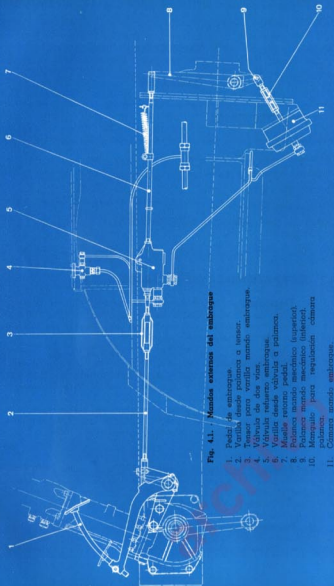

Fig. 4.1. Mandos externos del embrague
4.2 SERVO-ASISTENCIA DEL EMBRAGUE (fig. 4.1)
a) **Elementos.** — Está compuesto de un depósito de presión, de una llave de conexión de la servo-asistencia, de una válvula de refuerzo accionada por el pedal y de una cámara de freno o membrana (11) para el desembrague.